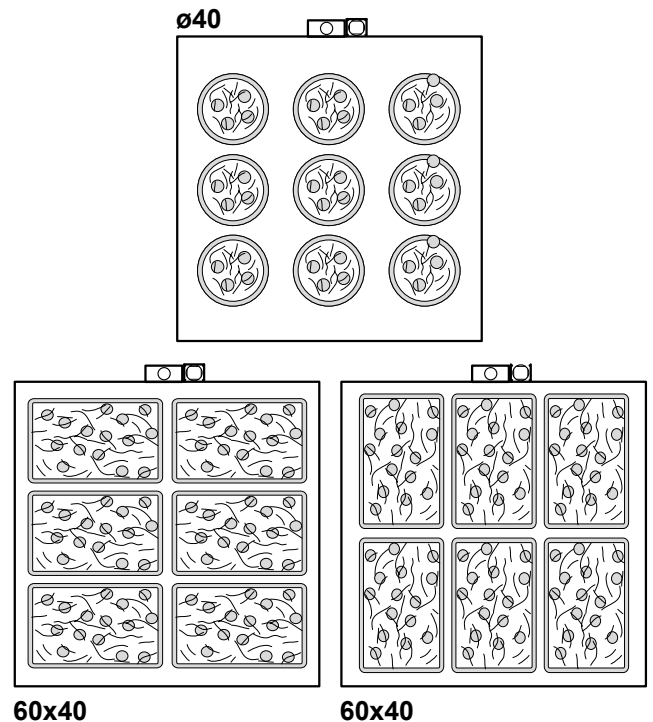

ABB. 1
5.1 - OFEN-BEDIENFELD BERÜHREN (Abb. 1)